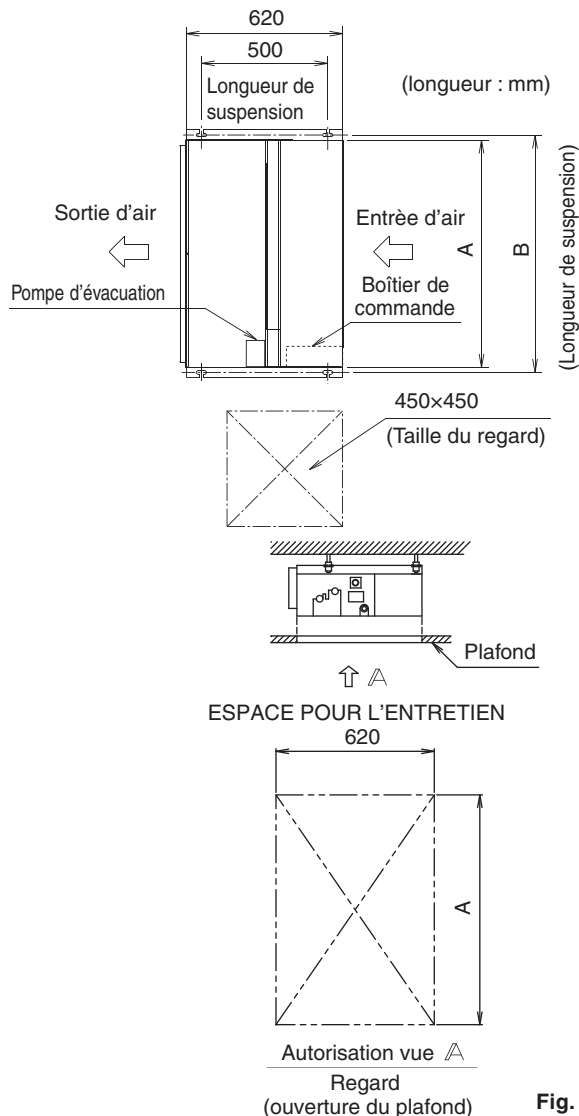

Fig. 2
**(1) Vérifiez la position de l'unité et des boulons de suspension. (Reportez-vous à la Fig. 2)**